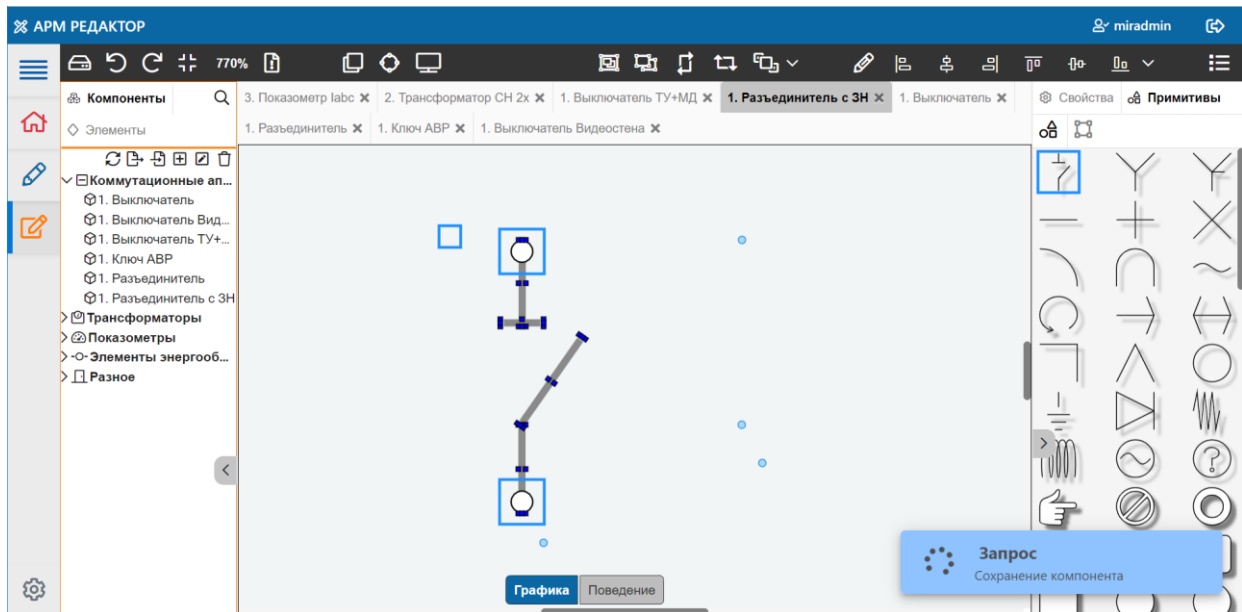

Рисунок 16
- на базе существующего (скопировать существующий компонент и вставить в новое созданное поле для редактирования) – рисунок 16;